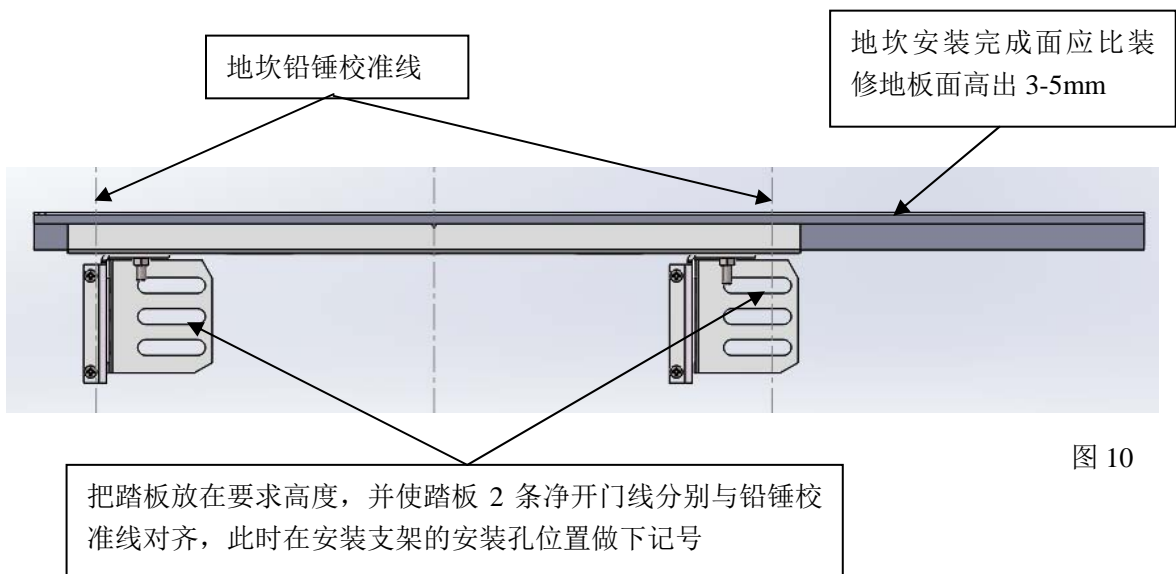

图 10
3、确定两端支架安装孔位置，并在此位置处做记号。如下图 10